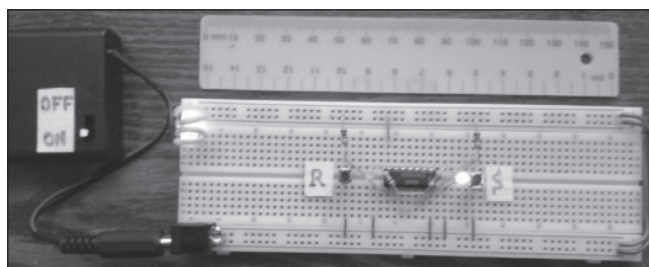

Рис. 25
3. Убедившись, что схема работает правильно, устанавливаем резисторы $R1$ и $R2$ и снова проверяем работу схемы (см. этап 2 сборки) (рис. 25).